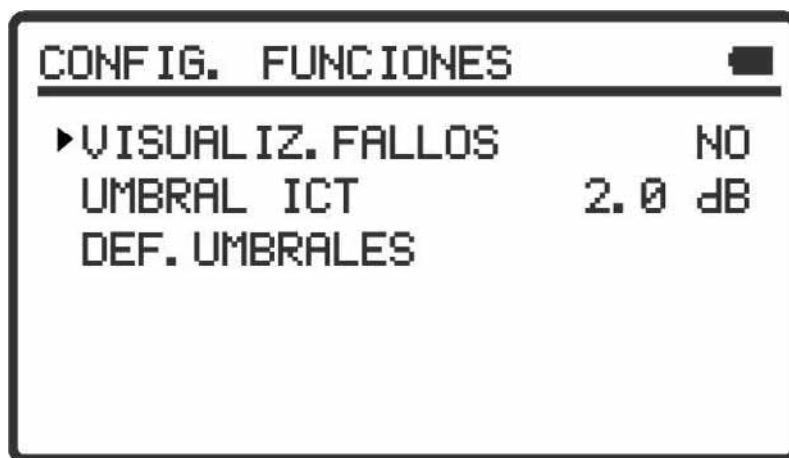

Figura 5. Pantalla CONFIGURACIÓN FUNCIONES.
- 3 Pulse **SEL**  [12] para entrar en la pantalla de configuración (ver figura 5).